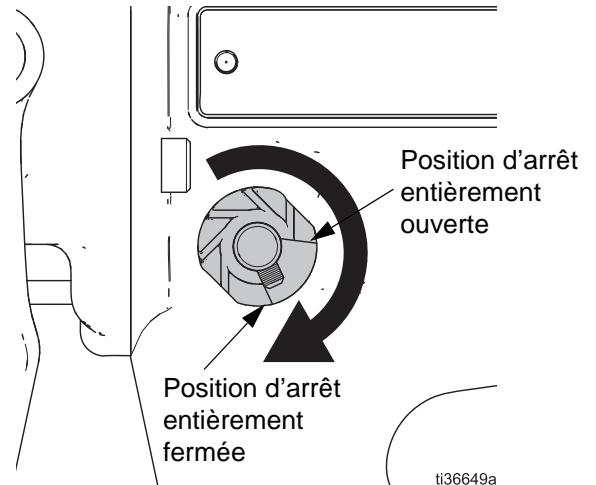

Fig. 2 Arbre tourné en position fermée
3. Tournez complètement la tige de l'arbre dans le sens horaire jusqu'à ce que la vis de blocage entre en contact avec la position d'arrêt entièrement fermée comme illustré à la FIG. 2. Maintenez la tige de l'arbre dans cette position pendant que vous tendez le ressort.